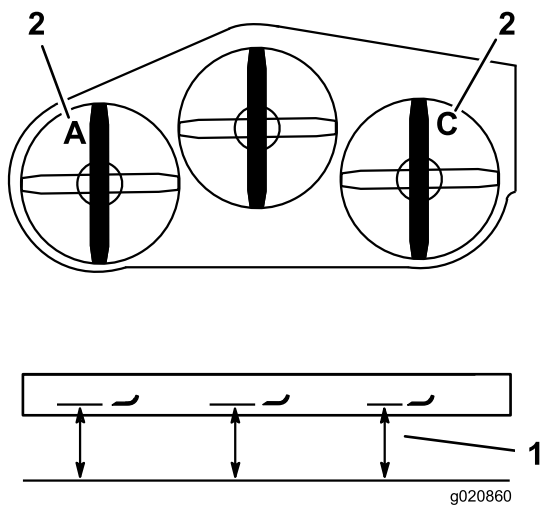

Figura 86
3. Mida la cuchilla izquierda en la posición **A** desde una superficie nivelada hasta el filo de corte de la punta de la cuchilla, y anote esta medida (Figura 86).
4. Mida la cuchilla derecha en la posición **C** desde una superficie nivelada hasta el filo de corte de la punta de la cuchilla, y anote esta medida (Figura 86).
3. Mida la cuchilla derecha en la posición **C**, desde una superficie nivelada hasta el filo de corte de la punta de la cuchilla, y anote esta medida (Figura 86).